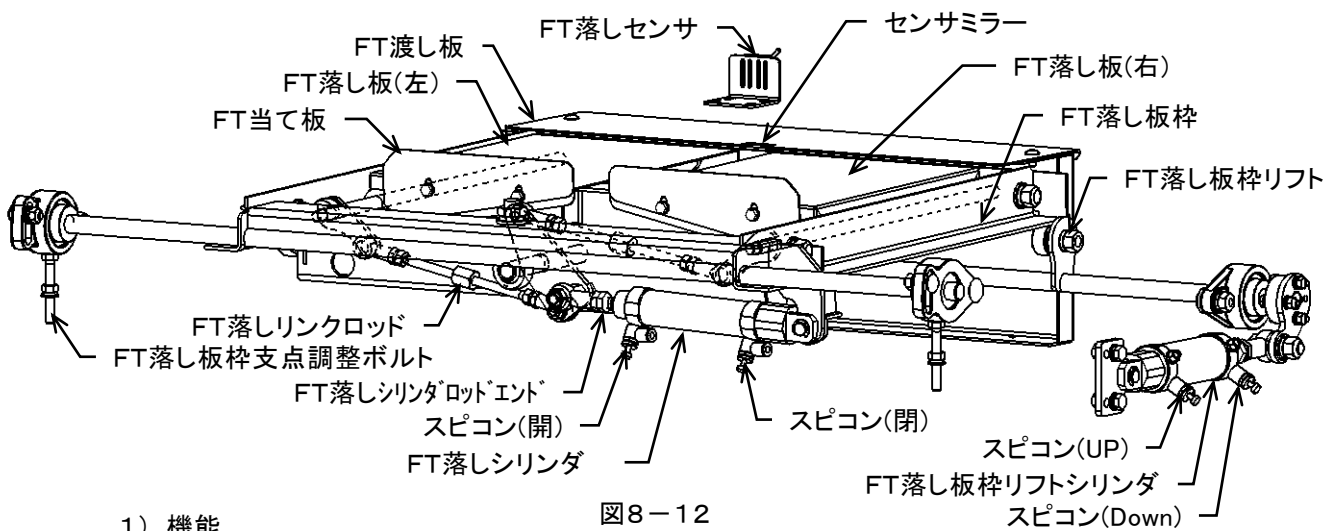

図8-12
8. 3.5 FT落し板部(図8-12)
- ・ FT落し板(左), (右)(図8-12)
- ・ FT落し板枠リフト(図8-12)
2) FT落し板(左), (右)の調整(図8-12)
3) FT落し板枠リフトの調整(図8-12)
4) FT当て板とFT落し板枠支点の調整(図8-12)
- ・ FT落しシリンダ(図8-12)
・ FT落とし板枠リフトシリンダ(図8-12)